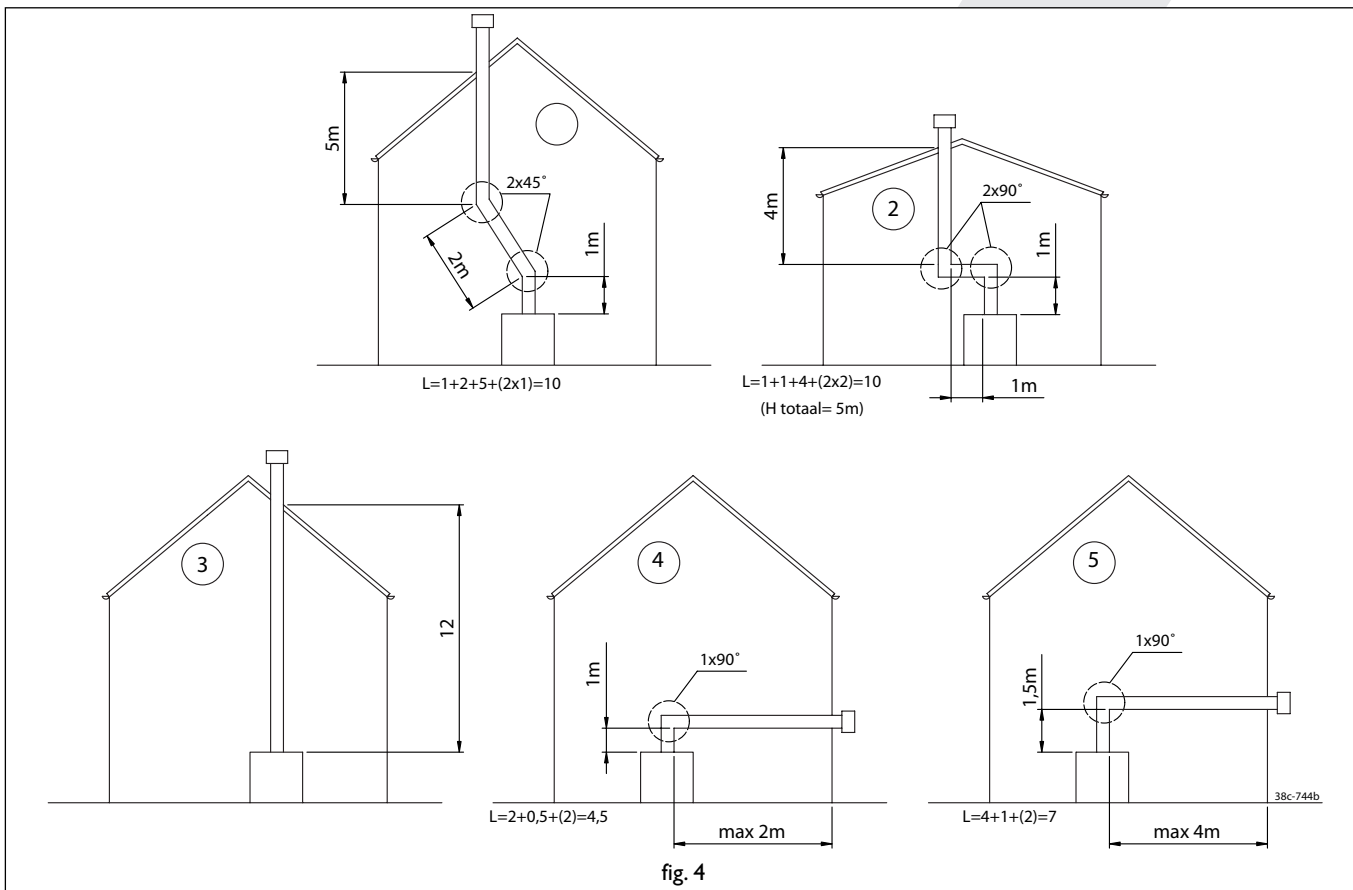

fig. 4
Aansluitmogelijkheden (fig. 4)
- altijd eerst 1 meter pijp verticaal plaatsen, behalve fig. 4, voorbeeld 5.
De maximale totale lengte is de som van de buis lengte plus de vervangende lengte voor de bochten (zie de 5 voorbeelden in fig. 4).